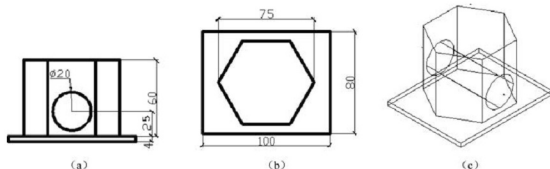

图 6.80 三维实体的消隐、着色和渲染
(1) 创建图 6.80 所示的实体造型, 显示其正等测投影, 实体材质为白色金属, 设置平行光源, 实体各个面交线要能分辨清楚。
(2) 创建图 6.80 所示的实体造型, 显示其正等测投影, 实体六棱柱的材质为红色塑料, 底板的材质为白色玻璃, 设置位于实体的左、前和上方的白色点光源, 要求能看到圆孔的底部。
(3) 对第 (1) 和 (2) 步创建的实体进行消隐和着色观察。